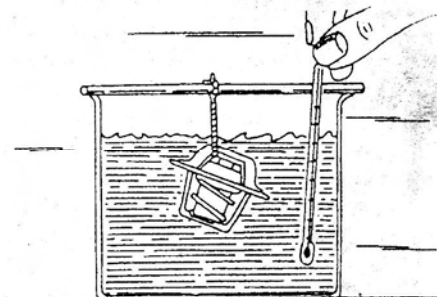

Рис. 105. Проверка термостата.
- Поместить термостат на куске проволоки в сосуд с холодной водой (рисунок 105).